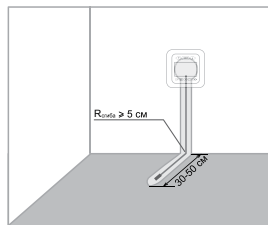

Рис.5
6. Установите гофрированную трубку с датчиком температуры (рис. 5).